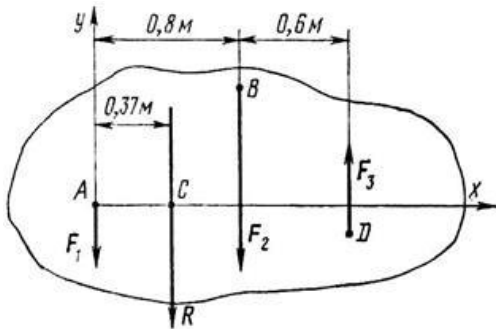

Рисунок 9
4. К телу в точках А и В приложены параллельные силы $F_1 = 20 \text{ Н}$, $F_2 = 60 \text{ Н}$ и $F_3 = 18 \text{ Н}$ (рис. 9). Определить модуль, направление и линию действия равнодействующей.